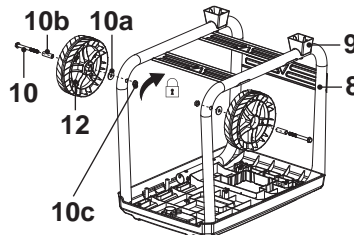

Fig. 3
1. Desaperte e remova a anilha (10a) e a porca pré-montada (10c) do parafuso da roda (eixo das rodas) (10). Não retire o casquilho (10b).
2. Alinhe os orifícios na roda (12) e na estrutura (8). Insira o parafuso (eixo das rodas) (10)/casquilho (10b) através dos orifícios e aperte a porca (10c) à mão. (Fig. 3).
3. Bloqueie o parafuso (eixo das rodas) (10) com uma chave inglesa e aperte a porca (10c) rodando para a direita com outra chave aplicada na porca.
5. Volte a assentar o produto sobre os respetivos pés (9) e rodas (12).